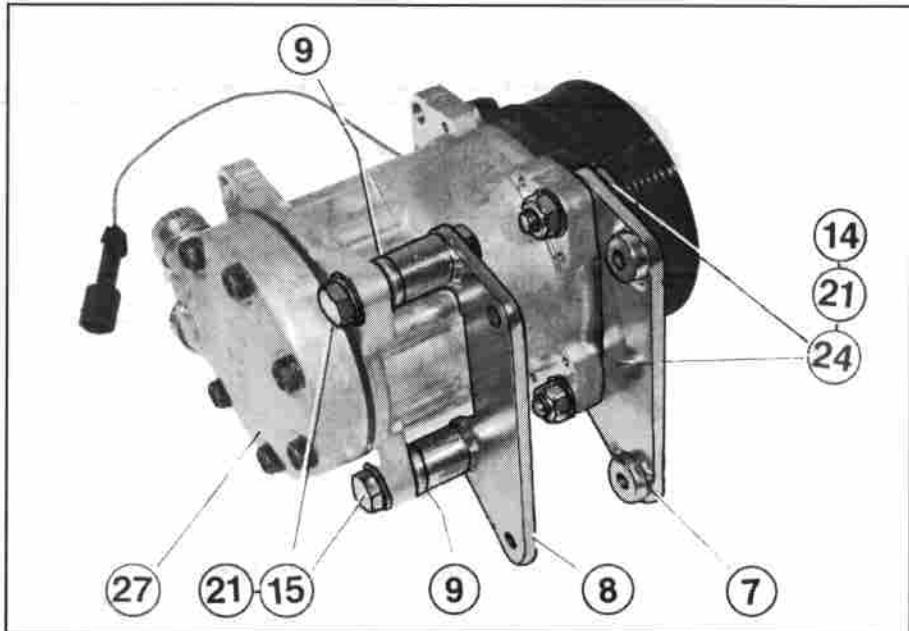

FIG. 7
**I** Fissare la puleggia galoppino «5» al foro filettato (c) indicato in fig. 7, utilizzando perno «6» ed interponendo la rondella «10». Rimontare la puleggia della pompa idroguida.
**F** Fixer la poulie de renvoi «5» au trou filté (c) indiqué sur la fig. 7 en utilisant le pivot «6» et en interposant la rondelle «10». Reposer la poulie sur la pompe de direction assistée.
**GB** Secure the guide pulley «5» to the threaded hole (c) indicated in fig. 7 by means of the pin «6» and washer «10». Reassemble the power steering pump pulley.
**D** Die Leitrollen-Riemscheibe «5» an die gewundene Bohrung (c) befestigen, wie in der Abbildung 7 gezeigt, dabei den Bolzen «6» benutzen und die U-Scheibe «10» einführen. Die Riemscheibe der Hydrolenkungspumpe wieder einbauen.